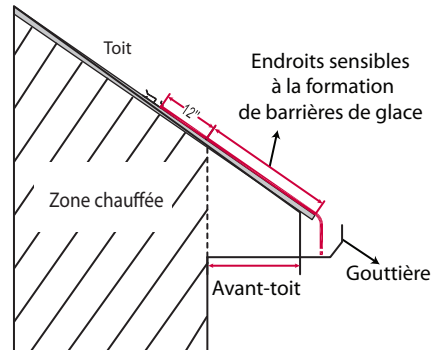
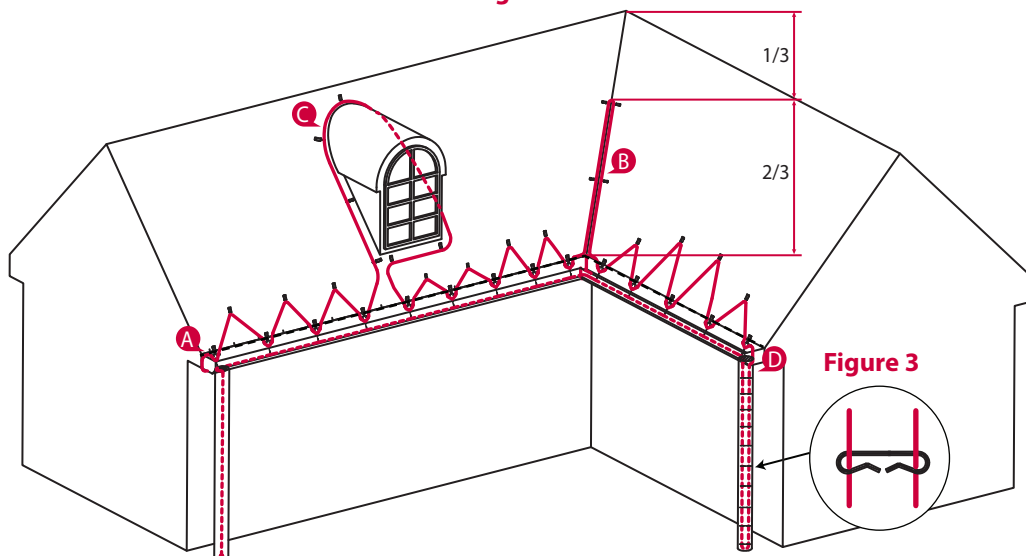

Figure 2
Figure 3
- 2 Prendre la mesure de la ligne du toit (Figure 2, A) où le câble sera installé et multiplier par le facteur choisi précédemment.
- 3 Prendre la mesure des noues de toit (Figure 2, B) et multiplier la mesure par 2/3.
- 4 Prendre la mesure du tour des lucarnes (Figure 2, C).
- 5 Prendre la mesure des descentes pluviales et des gouttières (Figure 2, D) et multiplier par 2 pour une installation de câble en parallèle (Figure 3).